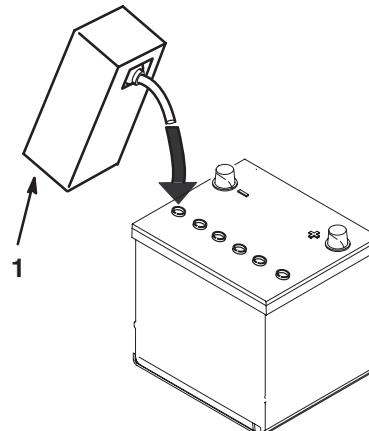

Bild 9
4. Lassen Sie die Batteriesäure ungefähr 20 bis 30 Minuten in die Platten einsickern. Füllen Sie ggf. mehr Batteriesäure ein, bis die Flüssigkeit ungefähr 6 mm vom Boden des Füllbrunnens bedeckt (Bild 9).